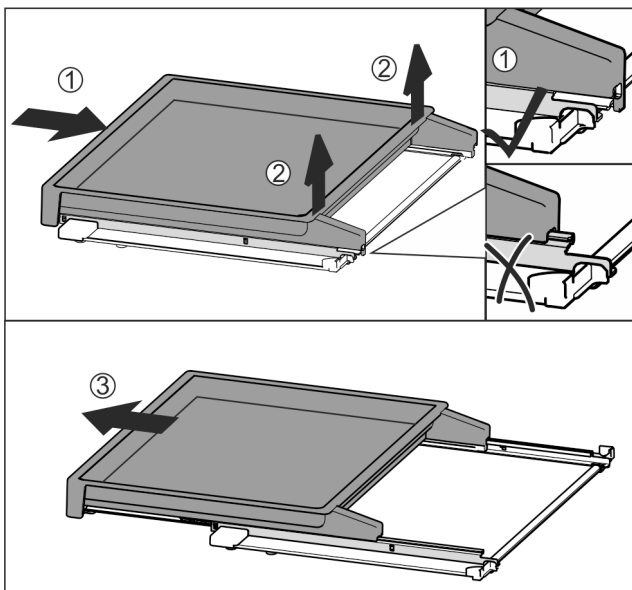

Fig. 115
- ▶ Вставить вытяжную панель полностью Fig. 115 (1).
- ▶ Отпустить фиксацию на задней стороне Fig. 115 (2).
- ▶ Извлеките вытяжную панель движением вперед Fig. 115 (3).